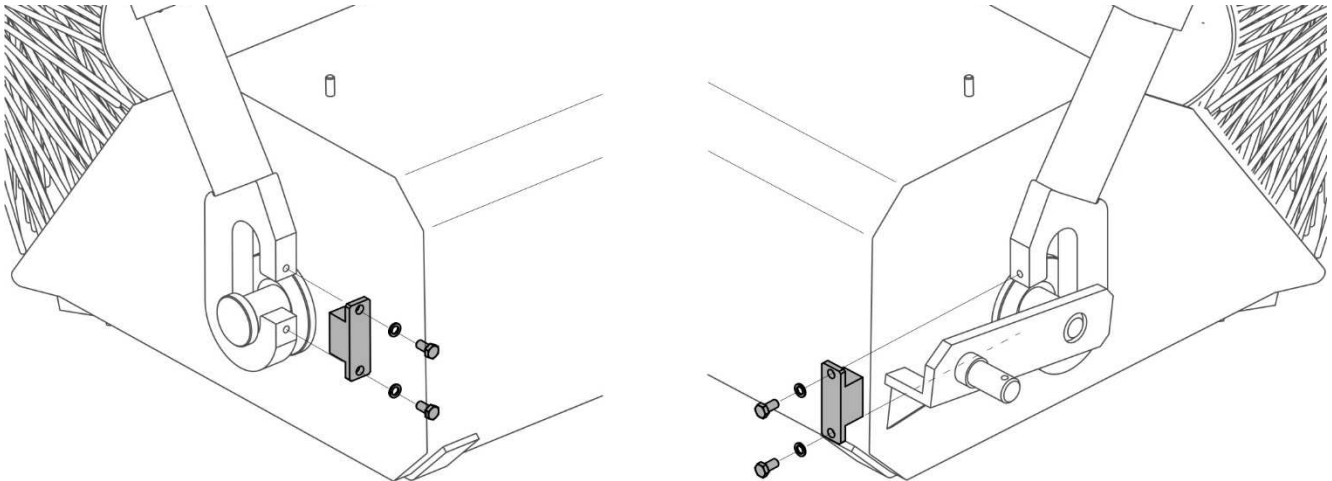

ABB. 4.7 Ausbau der Sperre für die Haken der Aufhängung des Behälters
- Nach dem Herausschrauben der Befestigungsschrauben die Sicherungen der Ausleger auf der rechten und linken Seite des Behälters (ABB. 4.7) herausnehmen und anschließend den gesamten Behälter aus den Halterungen herausziehen. Nachdem alle oben genannten Schritte durchgeführt worden sind, ist die Maschine bereit für den Betrieb ohne Schmutzbehälter.